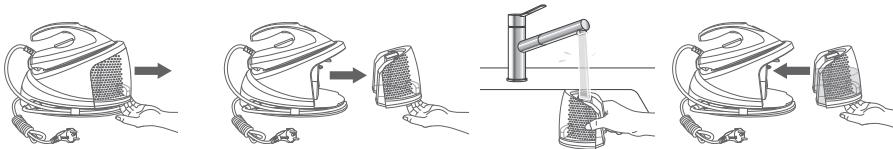

Рис.2
2. Утримуючи ручку (7) під резервуаром для води (4), потягніть його прямо, щоб зняти резервуар для води з основи парової станції (5) (**рис. 2**).
3. Заповніть резервуар водою з-під крана через отвір для наливання (3). Не перевищуйте позначку рівня «**MAX**» (1,2 л).